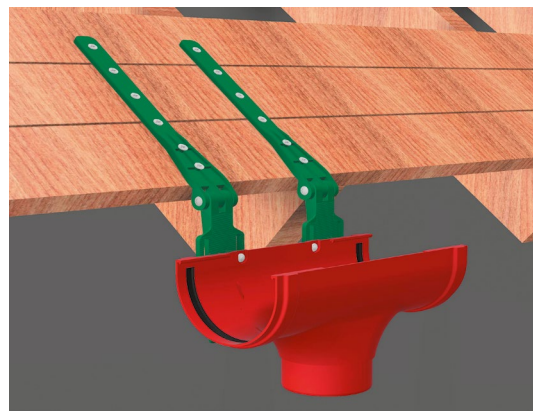

Рис. 27 Монтаж воронок PREMIUM и STANDARD на регулируемых креплениях
- Воронки BC PREMIUM и STANDARD устанавливаются на два крепления регулируемых (Рис. 27).
■ При использовании креплений регулируемых, воронка устанавливается на два крепления. Элементы фиксируются на креплении регулируемом через проушины за счёт винтового соединения (Рис. 27).